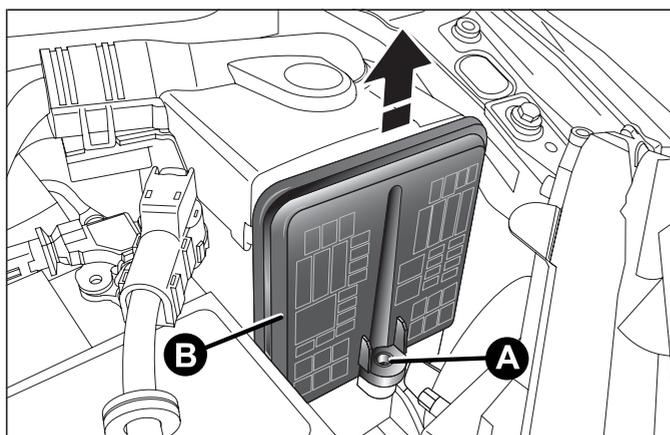

fig. 143
- svitare la vite A fig. 143, sfilare verso l'alto il coperchio B fig. 143 . La numerazione che individua il particolare elettrico corrispondente ad ogni fusibile è visibile sul coperchio fig. 144. Dopo aver sostituito un fusibile accertarsi di aver chiuso bene il coperchio B della centralina fusibili.